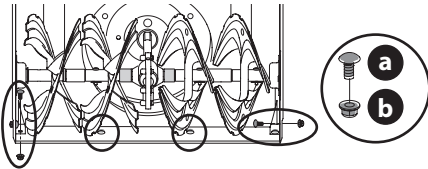

Figura 81
3. Extraiga los pernos del carro (a) y las tuercas hexagonales (b) que la sujetan a la caja de la barrena (Figura 81).
4. Monte la placa de raspado nueva, asegurándose de que las cabezas de los pernos del carro se encuentren del lado interior de la caja. Apriete bien (Figura 81).